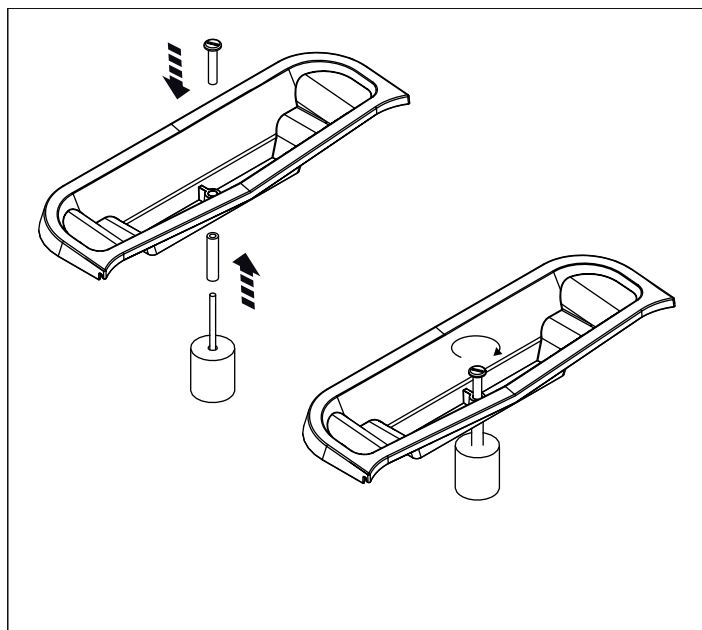

Figure 13 : fixation du flotteur
11. Fixez le flotteur au couvercle en vissant la vis supérieure à fond. N'oubliez pas l'entretoise sur la face inférieure (voir Figure 13)